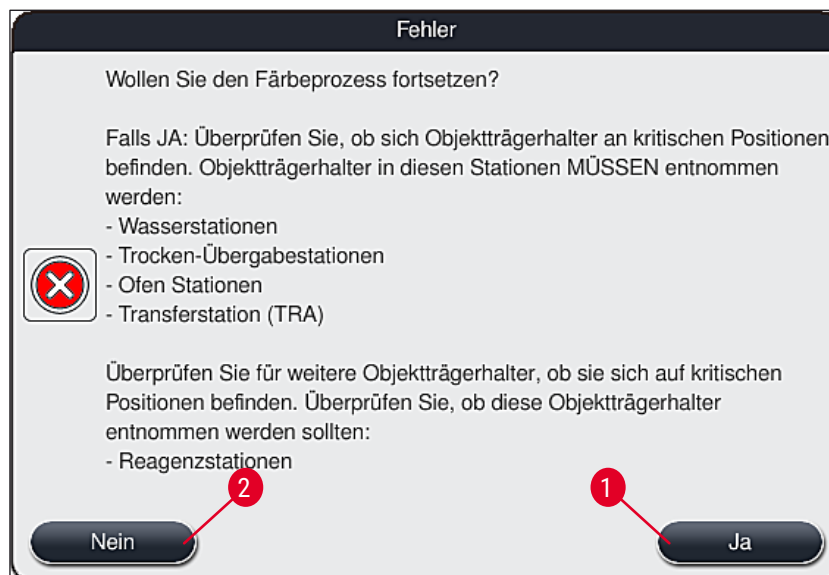

Abb. 108
4. Im Anschluss hat der Benutzer die Möglichkeit zu wählen, ob der Färbeprozess fortgesetzt (→ S. 134 – 8.2.2 Den Färbeprozess fortsetzen nach einem Stromausfall) oder abgebrochen (→ S. 135 – 8.2.3 Alle Färbeprozesse abbrechen nach einem Stromausfall) werden soll (→ "Abb. 108").
2. Entsprechend der vorangegangenen Meldung (→ "Abb. 108") die kritischen Objektträgerhalter aus dem Gerät entnehmen und die Entnahme durch Drücken der entsprechenden Station (→ "Abb. 109-1") auf dem Bildschirm bestätigen.
Der Abbruch des Färbeprozesses und die Rückkehr zum vorhergehenden Auswahlmenü (→ "Abb. 108") kann durch das Drücken der Taste **Abbrechen** (→ "Abb. 110-2") widerrufen werden.